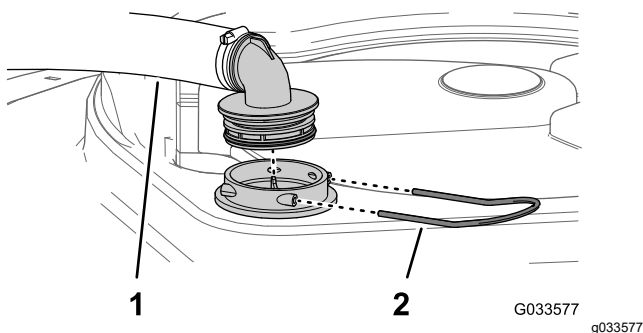

Figura 28
2. Nella parte superiore dell'irroratrice, rimuovete il fermo che fissa il raccordo del flessibile collegato al flessibile grande dall'alloggiamento del filtro (Figura 28).
3. Rimuovete il flessibile e il raccordo del flessibile dall'alloggiamento del filtro (Figura 28).